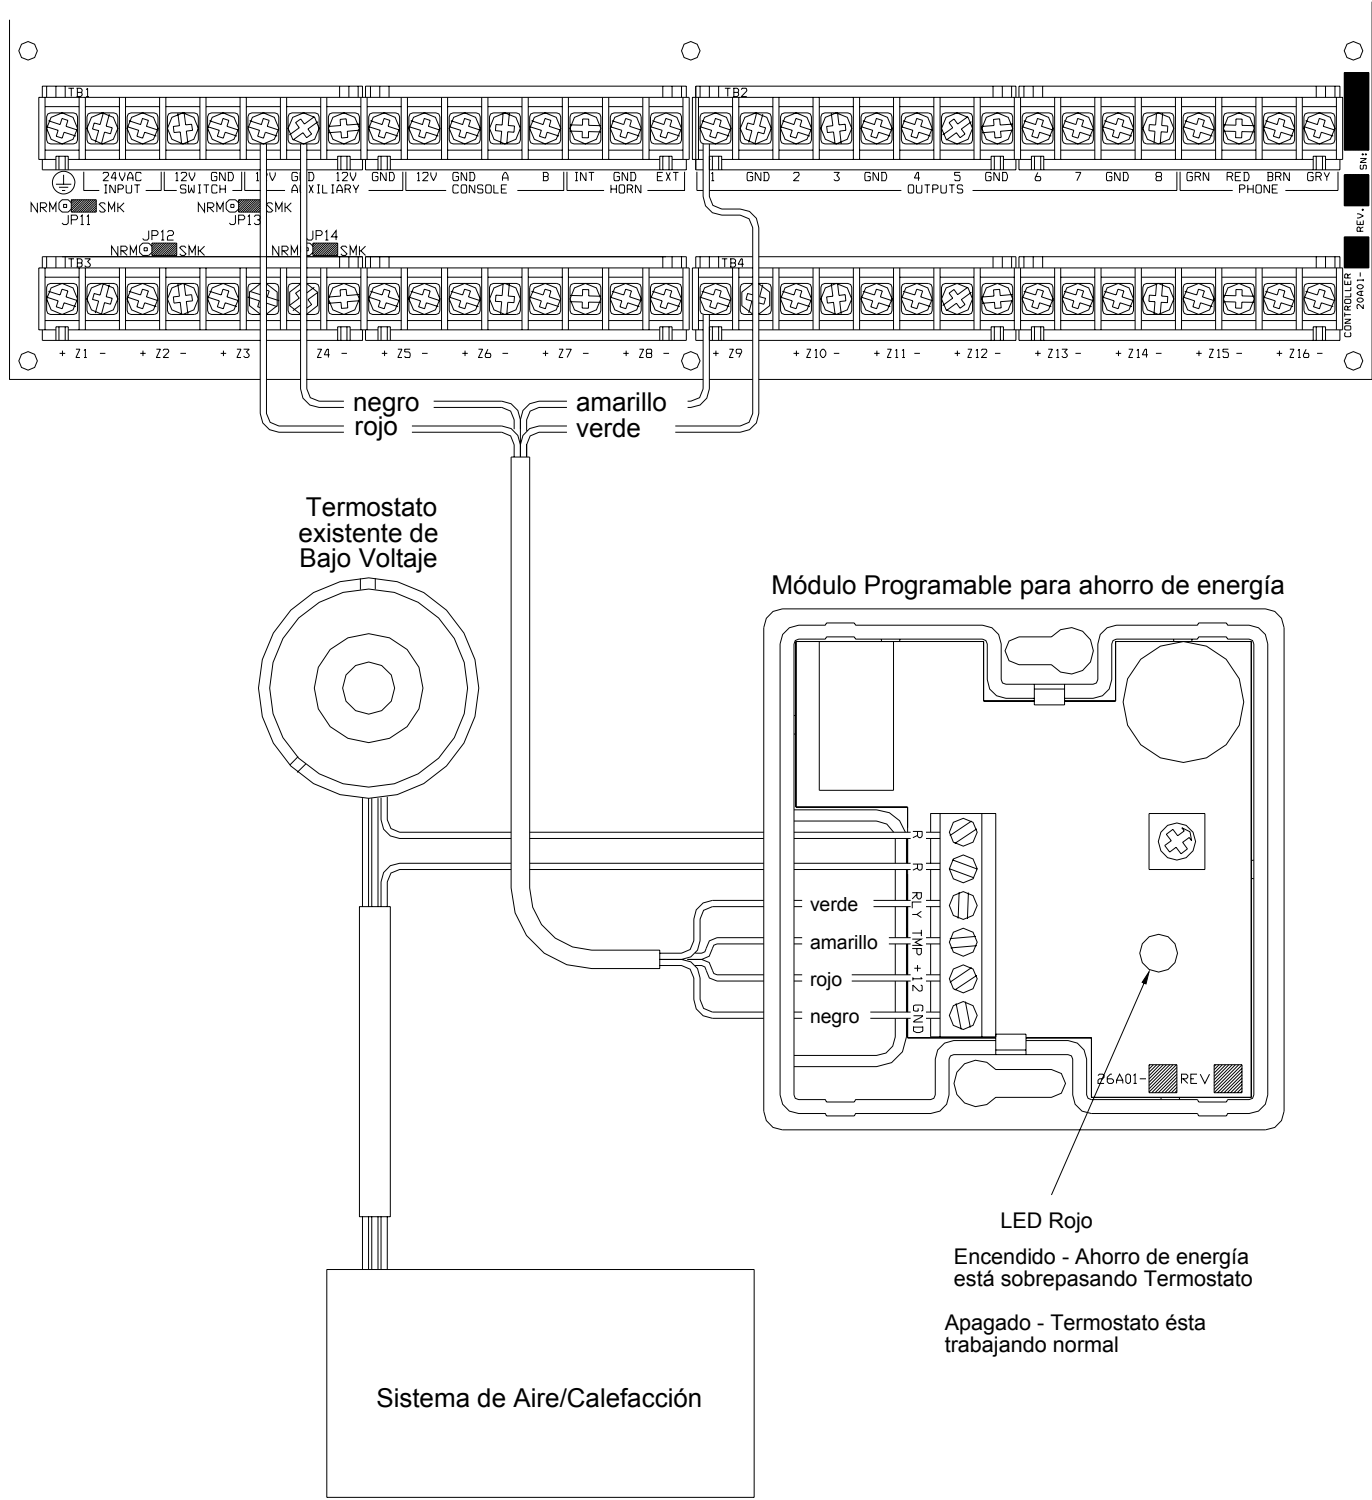

FIGURA 13 - CONEXIONES PESHM
3. Corra un alambre conductor 4 desde el controlador OmniPro II a cada PESH. Conecte como se muestra en la FIGURA 13 (CONEXIONES PESH).